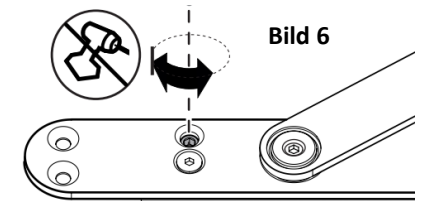

Bild 6
- Einstellung der Dämpfungskraft mit der im Dämpferkörper befindlichen Inbusschraube (Bild 6).
- Einstellung der Dämpfungskraft mit der im Dämpferkörper befindlichen Inbusschraube (Bild 6)